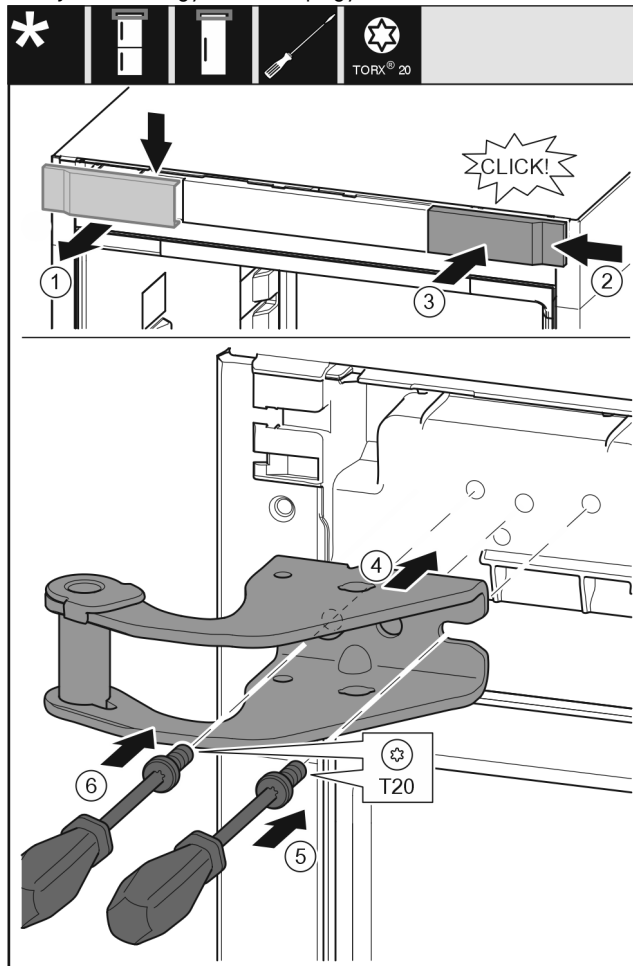

Fig. 11
- Vegye ki felülről a fedelet Fig. 11 (1) előre felé.
- Akassza be a fedelet Fig. 11 (2) 180°-kal elfordítva a másik oldalra jobb felől.
- Pattintsa be a fedelet Fig. 11 (3).
- Helyezze fel a felső csapágybakot Fig. 11 (4).
- Helyezze fel és húzza meg a csavart Fig. 11 (5) csavarhúzóval.
- Helyezze fel és húzza meg a csavart Fig. 11 (6) csavarhúzóval.